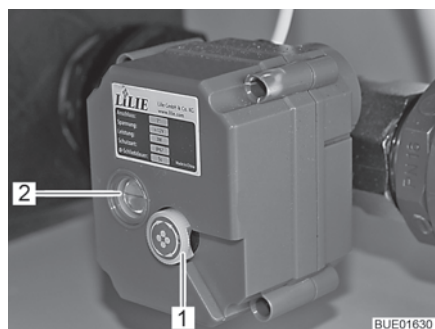

Fig. 170 Llave de desagüe de accionamiento eléctrico
Una línea roja en la ventana (Fig. 170,2) de la llave de desagüe de accionamiento eléctrico indica la posición de la llave:
- Tirar la ruedecilla (Fig. 170,1) en la llave de desagüe de accionamiento eléctrico hacia el exterior y girarla (cualquier sentido de rotación).